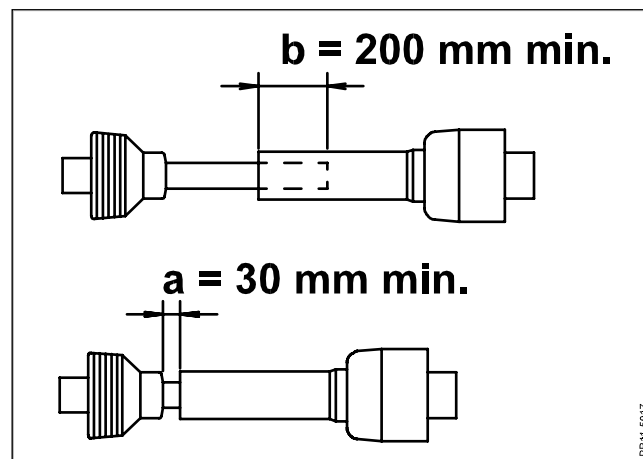

Fig. 2-9
- Fig. 2-9** Kraftöverföringsaxelns längd tillpassas i längd, så att den:
VIKTIGT: De angivna värdena som visas i fig. 2-9 för kraftöverföringsaxelns överlappning skall ovillkorligen efterlevas.
- 2) Axelhalvorna hålles parallellt med varandra och 30 mm (minimum) märks på rören. Se för övrigt fig. 2-9.